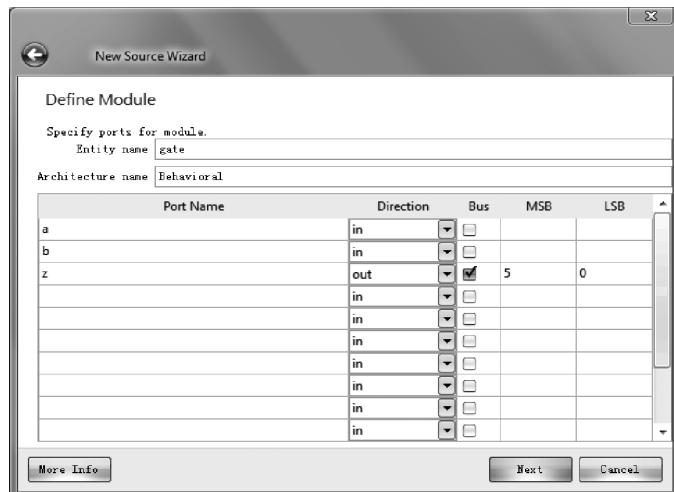

图 3.14 New Source Wizard-DefineModule-VHDL 对话框界面
② 对于使用 VHDL 语言的设计者(如图 3.14 所示),按表 3.2 进行参数设置。